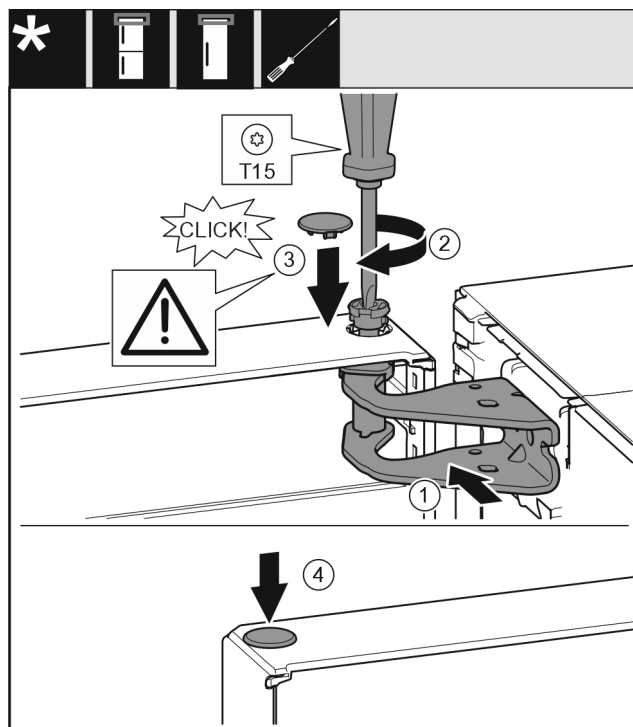

Fig. 21
- ▶ Выровняйте дверь вверху по отверстию в опорном кронштейне. Fig. 21 (1)
- ▶ Вставьте палец и затяните отверткой T15. Fig. 21 (2)
- ▶ Установите предохранительную крышку для защиты двери: Вставьте предохранительную крышку и проверьте, прилегает ли она к двери. В ином случае вставьте палец полностью. Fig. 21 (3)
- ▶ Вставьте заглушку. Fig. 21 (4)